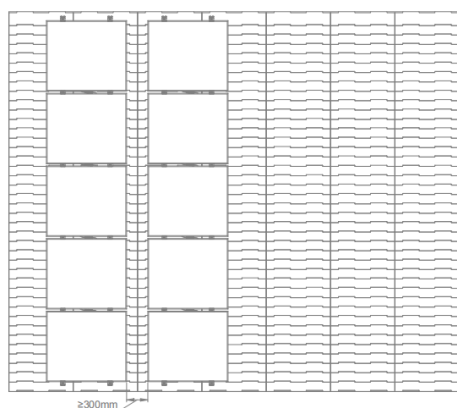
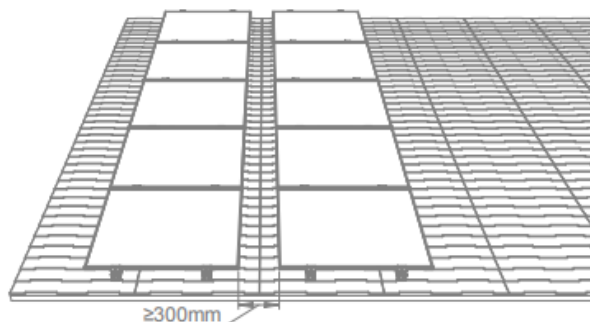

図 13
図 14
- 次に 2 列目のモジュールを設置し、列と列の間隔を 300mm 以上確保してください (図 13、図 14 参照)。